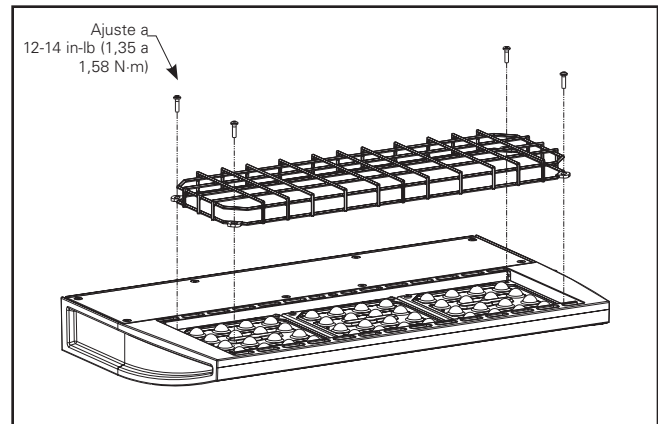

Figura 2.
1. Afloje y quite los (4) tornillos Torx de 8-32 existentes de la parte frontal del luminario (Figura 2).
3. Utilice los (4) tornillos Philips de 8-32 proporcionados para ajustar el protector de cables en su lugar en cada cuadrado de LED.